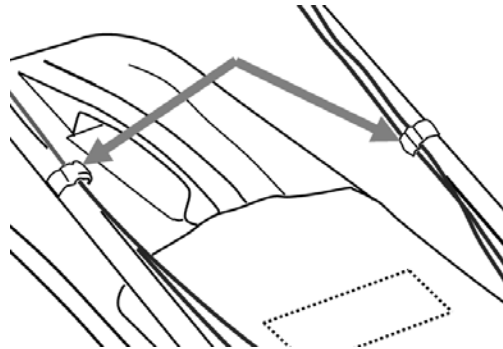

Fig.3
1. Tirare la leva trazione verso il manico per avviare le ruote (Fig. 3).